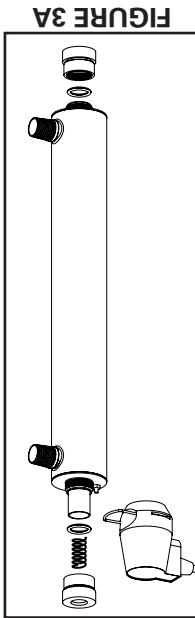

FIGURE 3A
- c) Enlever les écrous de retenue en aluminium des deux extrémités de la chambre réacteur, (Figure 3A), tout en vérifiant le ressort flottant qui se retrouve dans le manchon de quartz au bout opposé du connecteur. (Veiller à ne pas laisser tomber le manchon de quartz).